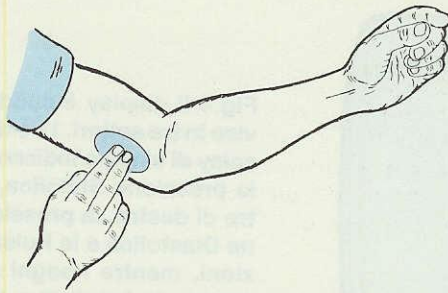

Fig.9 Il sensore, presente all'interno della fascia, deve essere posto circa in questa posizione.
- La fascia andrà avvolta appena sopra all'articolazione del gomito, in modo che il sensore poggia direttamente sulla parte interna di quest'ultimo (vedi fig.9).